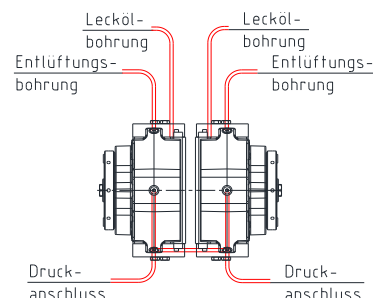

Bild 10: Druckanschluss einer Bremse
Die Bremse, bestehend aus zwei Hälften, immer an eine Druckleitung (siehe Bild 10) anschließen, da bei Versagen einer Bremsenhälfte die Bremsscheibe einseitig mit voller Bremskraft belastet wird.
- Schließen Sie die Druckölleitung an die Druckanschlüsse der Bremse an (siehe Bild 10, 11 und 12), hierfür vorher die Verschlusschrauben entfernen.
- Schließen Sie die Leckageölleitung an die Bremse an (siehe Bild 10, 11 und 12), hierfür vorher die Verschlussstopfen entfernen.